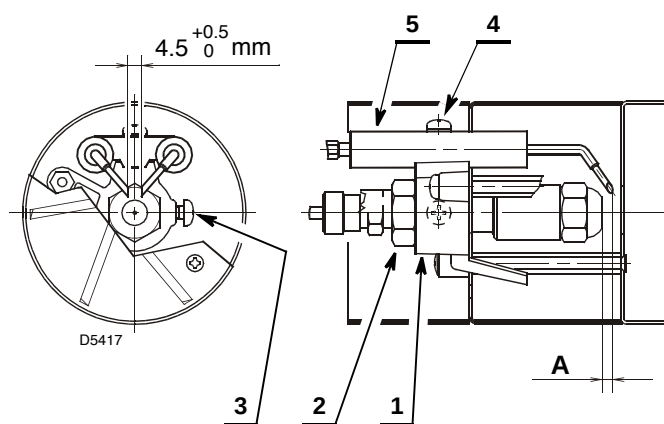

Abb. 18
- Den Stauscheibenhalter 1) (Abb. 18) auf den Düsenstock 2) legen und mit der Schraube 3) fixieren.
- Die Kabel 1) von den Elektroden abziehen, die Schraube 3) (Abb. 18) lockern und die Stauscheibenhaltung 6) aus dem Düsenstock 5) ziehen.